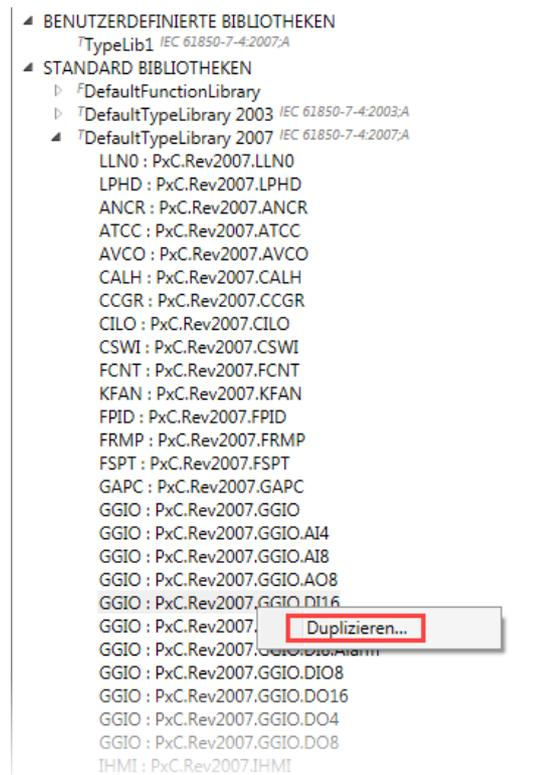

Bild 4-16 Kontextmenü „Duplizieren...“ eines logischen Knotens im Bibliotheksbereich
- Öffnen Sie im Bibliotheksbereich die Bibliothek, die den zu duplizierenden logischen Knoten, das zu duplizierende Datenobjekt oder die zu duplizierende Funktion enthält (für das Beispiel im Bild 4-16 wurde die Bibliothek „DefaultTypeLibrary 2007“ geöffnet).
- Klicken Sie in der geöffneten Bibliothek auf den zu duplizierenden logischen Knoten (im Beispiel im Bild 4-16: „GGIO: PxC.Rev2007.GGIO.DI16“), das zu duplizierende Datenobjekt oder die zu duplizierende Funktion.